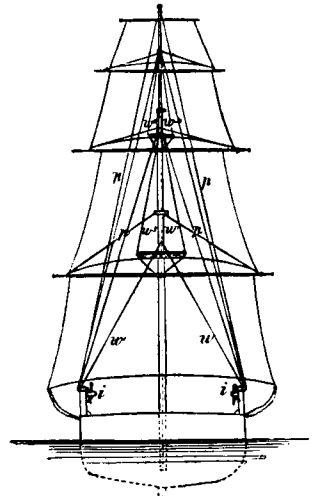

Рис. 143.
Кромѣ вантъ, мачты поддерживаются еще *фордунами*—канатами, идущими отъ верхнихъ концовъ мачтъ до регели (*pp* на рис. 143). Фордуны прикрѣпляются такъ же, какъ и ванты. Наконецъ, мачты укрѣпляются еще канатами, протянутыми къ носу корабля. Эти канаты называются *штагами*. На рисункѣ 141 они означены буквой *s*. Штаги дѣлаютъ изъ такихъ же шнурковъ, какъ и ванты. На шнуркѣ дѣлаютъ петлю, накидываютъ ее на мачту, связываютъ ниткой вмѣстѣ концы шнурка, протягиваютъ ихъ къ носу корабля, крѣпко натягиваютъ и привязываютъ къ петлямъ, ввинченнымъ въ носовую часть палубы.
На рисункѣ 147 изображена нижняя рея. *aa* обозначаетъ самую рею. Часть *dc* называютъ *нокъ*. На этотъ нокъ навязываютъ концы веревокъ. *bb*—брасы, которыми поворачиваютъ реи въ стороны, *tt*—*тонъ-ванты*, которыми можно одинъ конецъ реи опустить книзу, а другой поднять кверху. Въ серединѣ реи надѣто кольцо *x* съ петлей и продѣтой черезъ нее цѣпью *z*. На нижней сторонѣ кольца находятся двѣ петли. Черезъ эти петли пропускаются *шкоты*—двѣ веревки, прикрѣпленные къ угламъ *h* и *i* паруса, обозначеннаго цифрой 2. Въ тѣхъ мѣстахъ, гдѣ на рисункѣ шкоты показаны проходящими поперекъ реи, они пропущены черезъ отверстія, просверленные въ реѣ. Оттуда оба шкота (*h* и *i*) протягиваются вдоль реи къ ея серединѣ, продѣваются, какъ мы уже сказали, черезъ нижнія петли кольца *x*, оттуда идутъ къ палубѣ, гдѣ ихъ прикрѣпляютъ справа и слѣва къ кофель-планкѣ *i, i* (рис. 143 и 146). Этими шкотами притягиваютъ съ палубы парусъ (2) плотно къ реѣ.